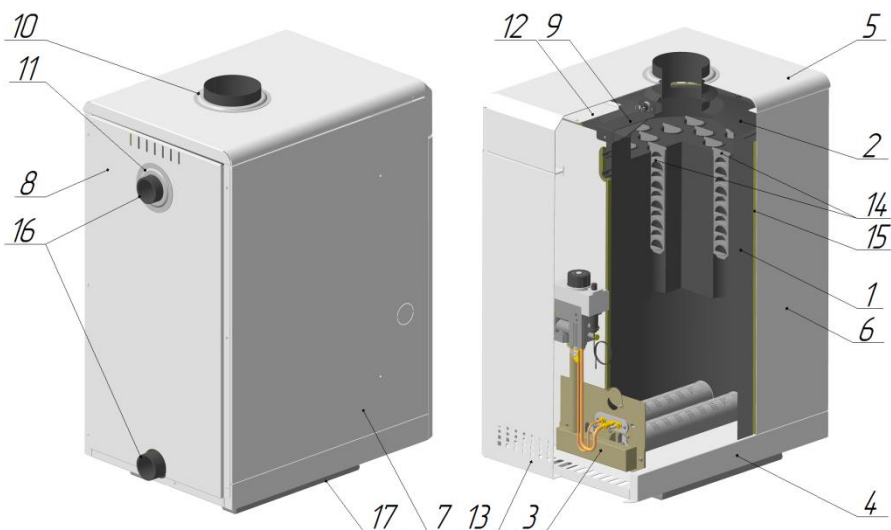

Рис. 1 Устройство котла
- 5.1. Котел отопительный стальной (рис. 1) представляет собой сварную конструкцию цилиндрической формы, состоящую из топки, теплоизоляции и декоративного кожуха с дверкой.